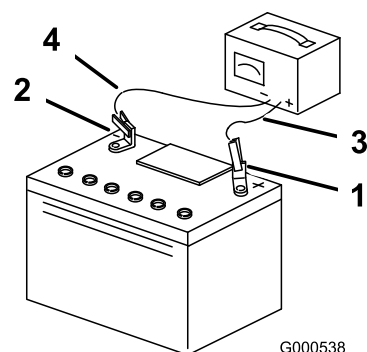

Figura 49
3. Quando la batteria è completamente carica, staccate il caricabatterie dalla presa elettrica e scollegate i cavi di ricarica dai poli della batteria (Figura 49).